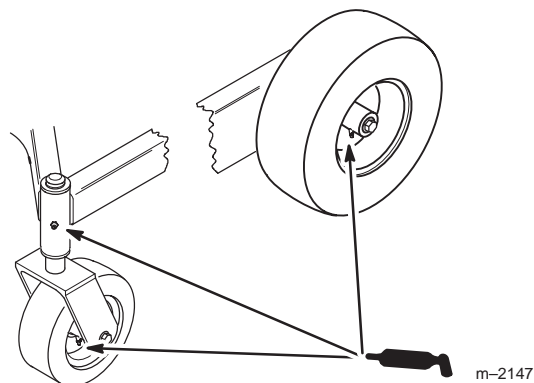

Figure 29
1. Graissez les roulements des roues et les fusées avant jusqu'à ce que la graisse commence à sortir des roulements (Fig. 29).